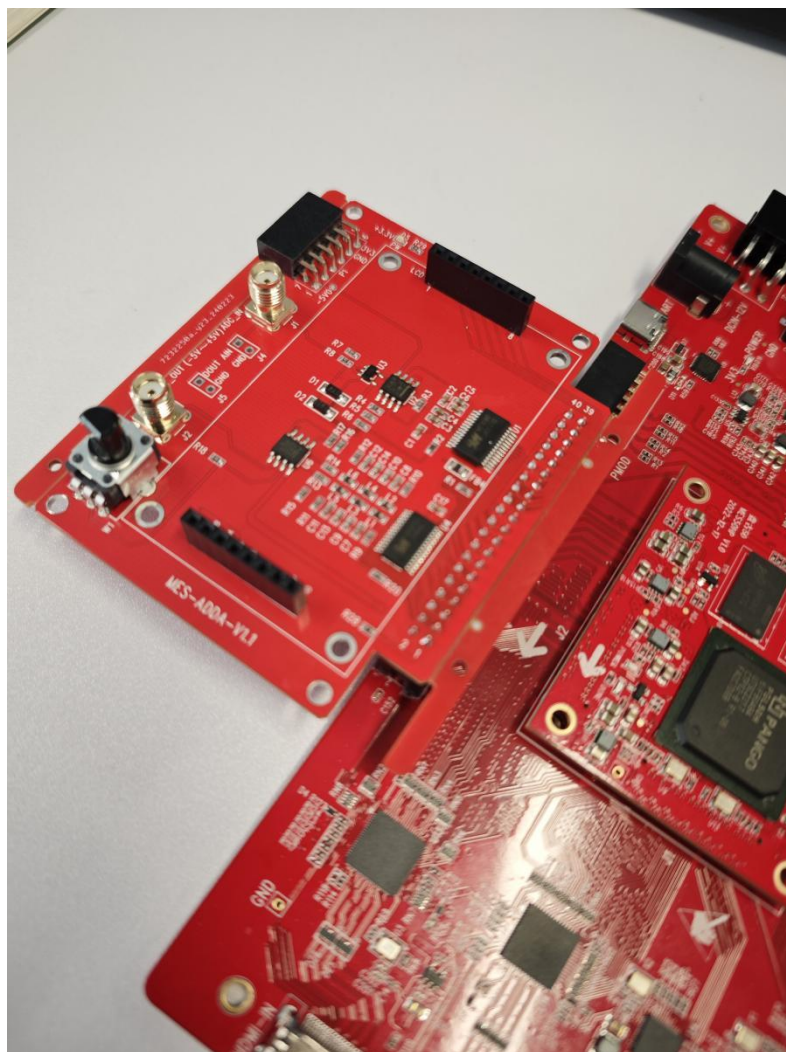

图 11 步骤一
- 1、将 MES-ADDA-v1.0 模块插入到 FPGA 开发板上（40pin 扩展脚位置），如图 11。